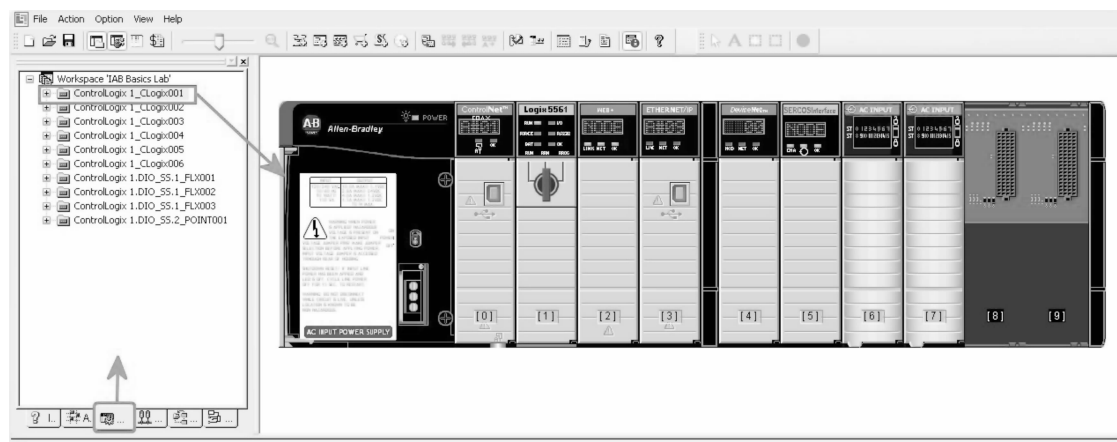

图 26-81 硬件树
1. 单击“硬件”（Hardware）选项卡并查看硬件树。硬件树是包含该 IAB 项目中创建的所有硬件的列表。现在，它会显示 ControlLogix 和进入的 DIO 向导所创建的全部内容，如图 26-81 所示。